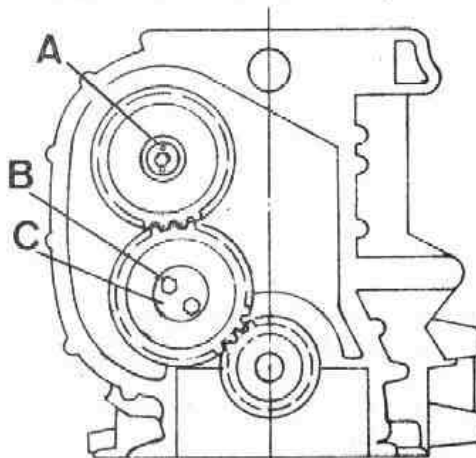

Fig. A1-86 Desmontaje de los engranajes de la distribución
- 1.10. Desmontar el tornillo, la arandela de retención y el frenillo, A (Fig. A1-86) y la placa, C, de fijación engranaje de enlace.
- 1.14. Desmontar el engranaje, D (Fig. A1-86) del cigüeñal haciendo uso del útil, 192056.
- 2.4. Instalar la arandela de tope, chapa de freno y tornillo, A (Fig. A1-86) de fijación del engranaje, aproximando este último sin darle aún su par de - - apriete para evitar que el árbol de levas pueda variar de posición.
- 2.8. Montar la placa de retención, C (Fig. A1-86) con su canto biselado hacia el exterior y fijada por sus tornillos, B, a una tensión de 4.25 kgm.. Medir el juego longitudinal del engranaje. Dicho juego deberá estar comprendido entre 0,10 mm. y 0,28 mm.
- 2.9. Apretar definitivamente el tornillo, A (Fig. A1-86) de fijación engranaje árbol de levas, a una tensión de 2,25 á 2,75 kgm. (para tornillos M.10).